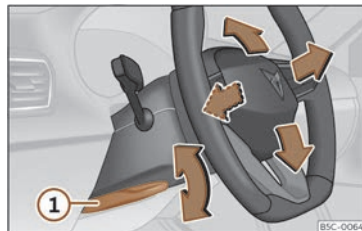

Fig. 86 Levier sur la partie inférieure latérale de la colonne de direction.
- Tirez le levier >>> **fig. 86 ①** vers le bas, déplacez le volant jusqu'à la position souhaitée et relevez le levier en position de verrouillage.
- Après avoir réglé la colonne de direction, poussez fermement le levier >>> **fig. 86 ①** vers le haut pour que le volant ne change pas de position accidentellement en cours de route.